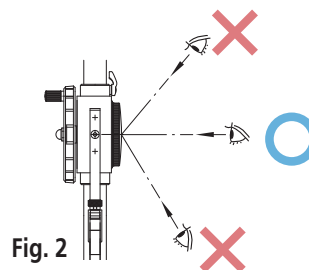

Fig. 2
1. Leia as graduações na direção perpendicular ao mostrador com o ponteiro para evitar erros de paralaxe. **(Fig. 2)**